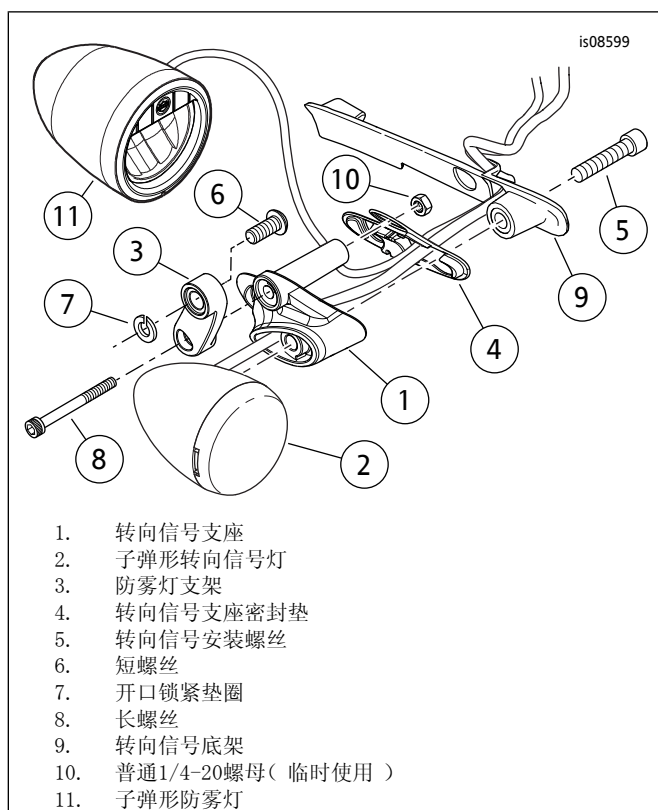

图4。暂时组装车灯(图示为右侧)
1. 参见图4。从此套件中取出正确侧的转向信号支座（1）和密封垫（4）。从LED子弹形防雾灯套件中取出正确侧的防雾灯（11）。取出之前拆下的原厂设备（OE）转向信号灯（2）、螺丝（5）和正确侧的转向信号底架（9）。
7. 参见图4。从套件中取出短螺丝（6）和开口锁紧垫圈（7）。
1. 参见图4。从一个车灯和支座组件拆下转向信号螺丝(5)和支架(9)。